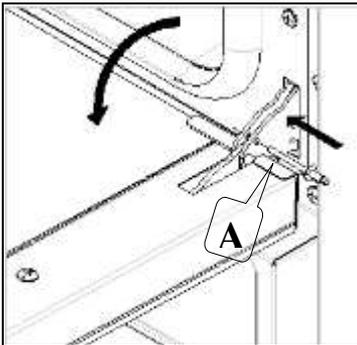

Fig. 5
- tourner complètement la pièce mobile de la charnière « A » (Fig. 5);